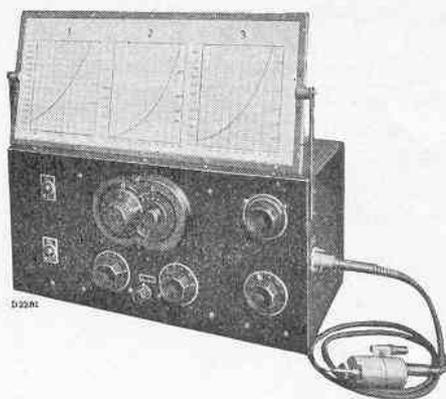

Fig. 1
1. Un oscillateur de service type G.M. 2880F Fig. 1.